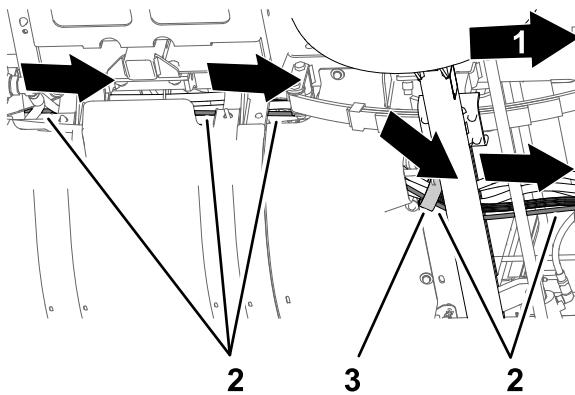

Figura 7
2. Levante el asiento y siga enrutando el tubo hacia adelante junto al arnés de cables de la máquina, a través de la abrazadera, y por debajo de la chapa de suelo (Figura 7).